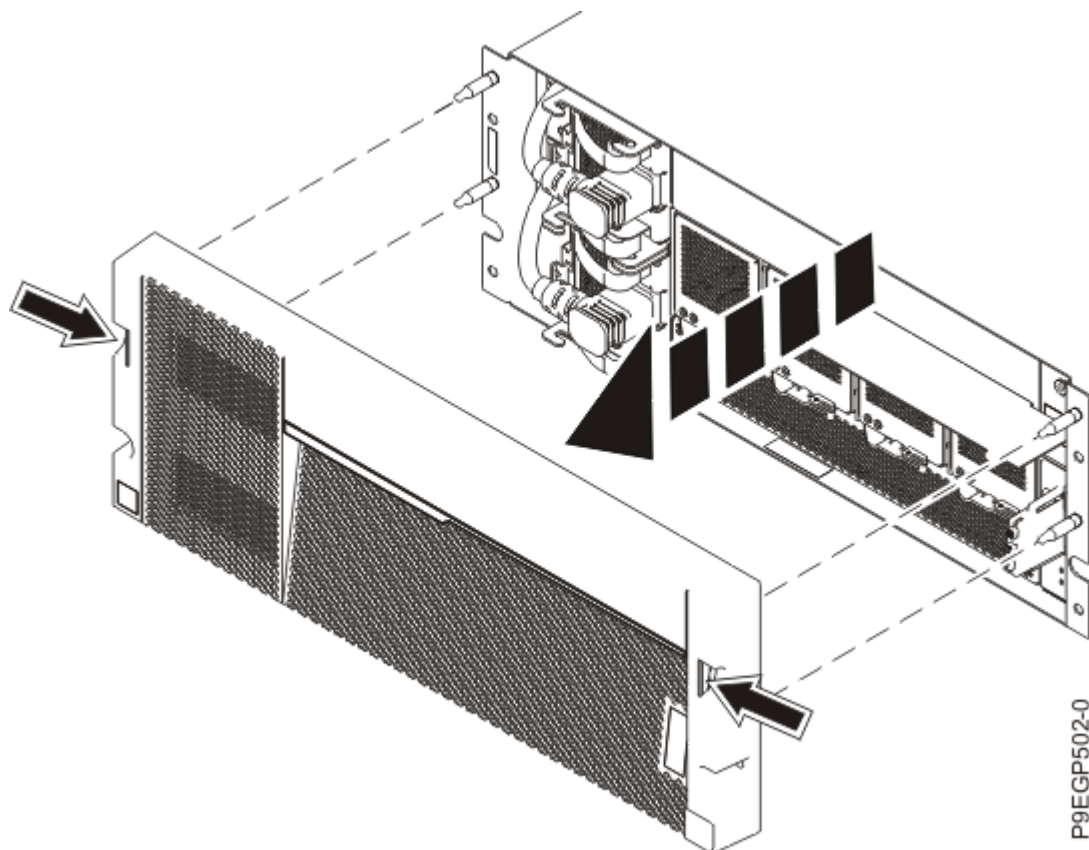

Figure 8. Retrait du capot et de la carte des informations de maintenance
- b. A l'aide des deux points de contact de couleur bleue situés de chaque côté du tiroir, retirez le capot de façon bien droite de la partie avant du tiroir, comme illustré dans la Figure 8, à la page 11.